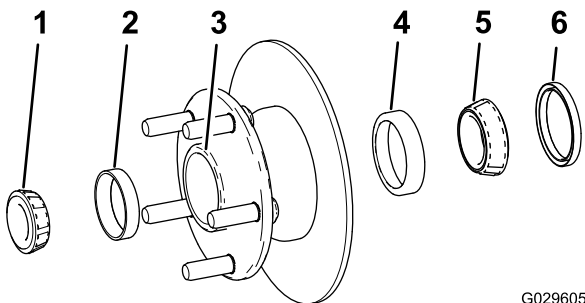

Figure 30
1. Déposez le roulement extérieur et la bague de roulement du moyeu (Figure 30).
2. Déposez le joint, le roulement intérieur et la bague de roulement du moyeu (Figure 30).
5. Éliminez la graisse, la saleté et les débris déposés à l'intérieur de la cavité du moyeu (Figure 30).
7. Posez les bagues des roulement intérieur et extérieur dans le moyeu (Figure 30).
8. Remplissez la cavité du moyeu de 50 à 80 % environ avec la graisse spécifiée (Figure 30).
9. Assemblez le roulement intérieur sur la bague sur le côté intérieur du moyeu et montez le joint (Figure 30).